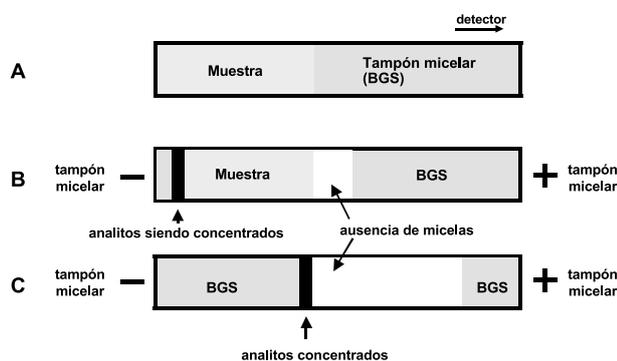

Figura 3. *Sweeping-MEKC*.
En los últimos años, se ha introducido un nuevo principio llamado “sweeping” que, teóricamente, implica un incremento excepcional en la sensibilidad de aquellas especies que presentan una elevada constante de asociación soluto-micela (20, 21). La Figura 3 muestra el procedimiento estándar de aplicación del sweeping-MEKC descrito por Quirino y Terabe (20). En primer lugar el capilar se acondiciona con un tampón electroforético micelar (denominado BGS). Supongamos que se ha utilizado como tensioactivo el dodecilsulfato de sodio (SDS) que da lugar a micelas cargadas negativamente. Seguidamente, un gran volumen de muestra preparada en una matriz con una conductividad similar a la del tampón electroforético micelar pero libre de micelas, es introducido hidrodinámicamente en el capilar (Fig. 3a). Finalmente, se colocan viales que contienen el tampón micelar en los extremos del capilar y se aplica una diferencia de potencial con polaridad negativa a lo largo del mismo (Fig. 3b). De este modo, las micelas entran en el capilar y al ir penetrando en la zona de muestra van interaccionando con los analitos (que se mueven en sentido